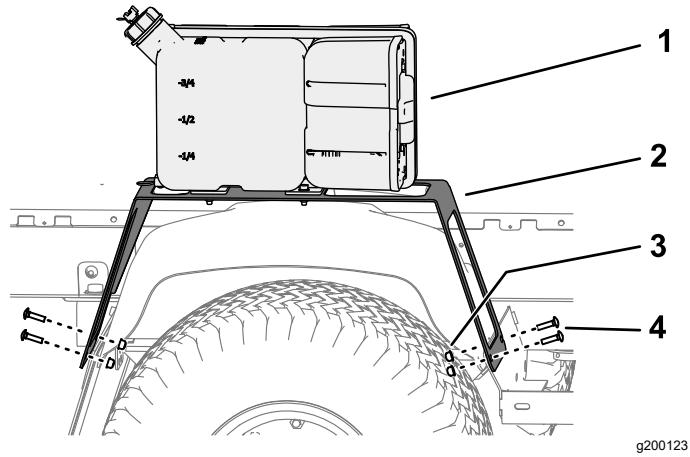

図 6
3. サポートブラケットの前脚についている穴を、フェンダーブラケットの穴とフェンダの穴に合わせる図6。
4. サポートブラケットをフェンダーブラケットとフェンダに固定する; キャリッジボルト5/16 x 1/4インチ2本とフランジロックナット5/16インチ2個で図6のように固定する。
5. サポートブラケットの後脚についている穴を、泥はねガードの穴、フェンダーブラケットの穴、フェンダの穴に合わせる図6。
6. サポートブラケットを泥はねガード、フェンダーブラケット、フェンダに固定する; キャリッジボルト5/16 x 1/4インチ2本とフランジロックナット5/16インチ2個で図6のように固定する。